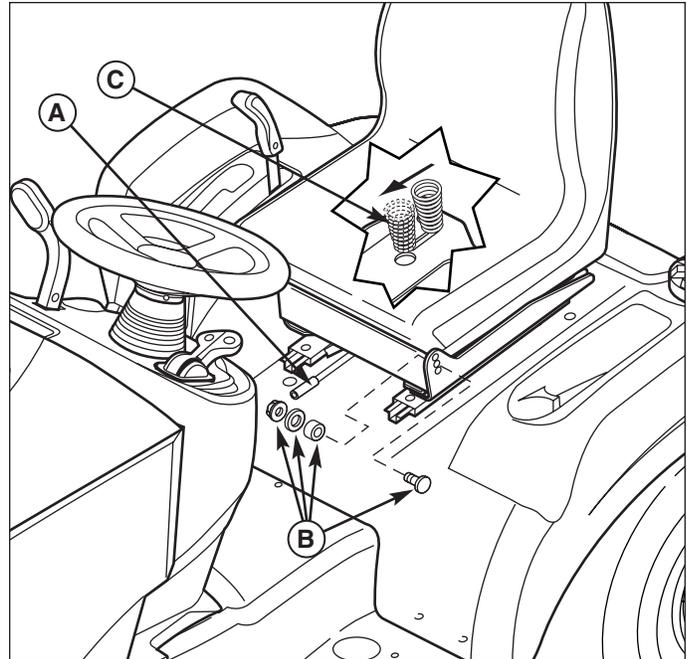

Figure 25. Réglage du siège
L'inclinaison du siège peut être réglée sur une des trois positions. Pour la régler, retirer les boulons mécaniques, écarteurs, rondelles et écrous (B, Figure 25) de la charnière et les remonter dans les trous souhaités.
Le siège peut être réglé d'avant en arrière. Actionner le levier (A, Figure 25), mettre le siège sur la position désirée et relâcher le levier pour le verrouiller en place.
Les ressorts du siège (C, Figure 25) peuvent être réglés pour procurer une conduite plus douce ou plus ferme. Incliner le siège vers l'avant et faire glisser l'ensemble de ressort (C) vers l'avant pour une conduite plus douce, vers l'arrière pour une conduite plus ferme.